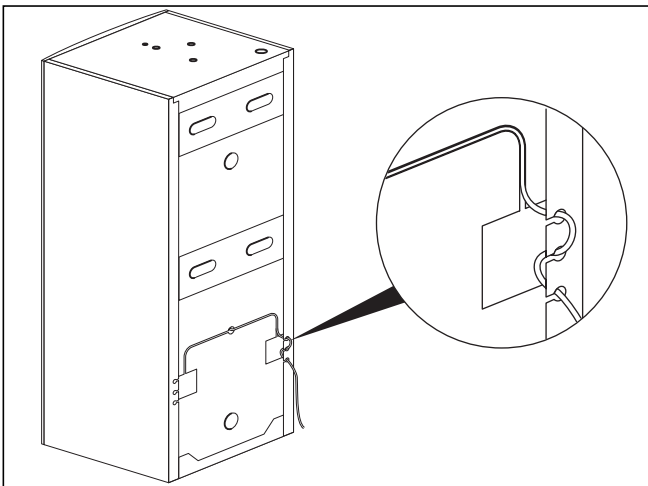

Abb. 5.1 Speicherfühlerleitung anschließen
- Schieben Sie den Fühler wie in Abb. 5.1 gezeigt in die Speicherfühler-Hülse (siehe Abb. 2.1, Pos. 11).